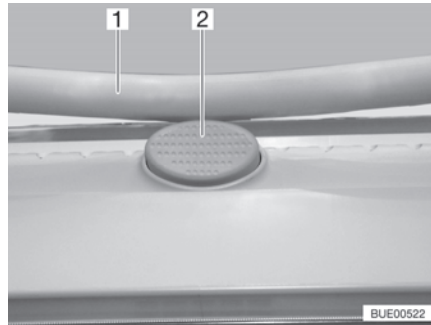

Bild 19 Låsknapp (Heki-taklucka)
- Tryck på låsknappen (Bild 19,2) och dra ner bygeln (Bild 19,1) med båda händerna.
- Tryck bygeln uppåt med båda händerna tills bygeln ligger ovanför låsknappen (Bild 19,2).